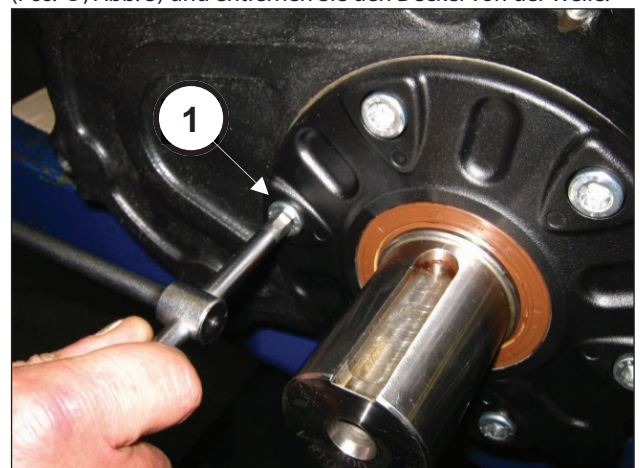

Abb. 3
Lösen Sie die Befestigungsschrauben des Ritzeldeckels (Pos. ①, Abb. 3) und entfernen Sie den Deckel von der Welle.